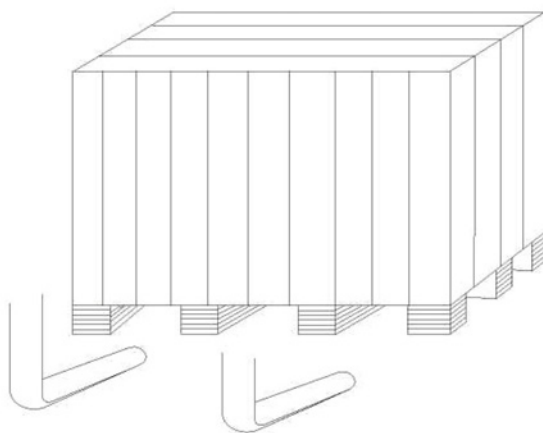

Fig 4
4.1.1 После того как вы убедитесь в правильной распаковке оборудования, переместите станок на место его будущей работы (Рис. 4). Выбор места установки должен удовлетворять следующим требованиям.